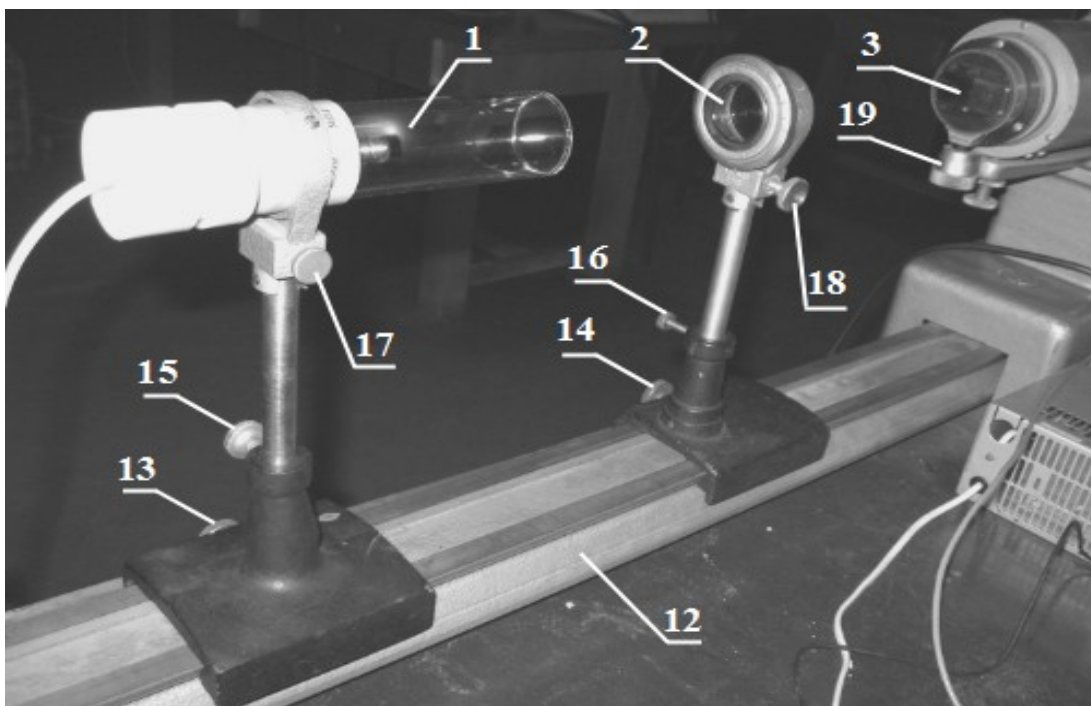

Рис. 4
1. Спектральная лампа (1, рис.4) и конденсор (2, рис.4) установлены так, что центр светящейся области лампы, центр конденсора и центр входной щели спектрографа (3, рис.4) расположены на оптической оси, параллельной рельсу (12, рис.4) (приложение 2). Поэтому студенту **не рекомендуется** трогать винты 15 и 16 (рис.4), фиксирующие положения лампы и конденсора по вертикали, и винты 17 и 18 (рис.4), позволяющие их перемещать по горизонтали (в направлении, перпендикулярном рельсу). Можно трогать винты 13 и 14 (рис.4), фиксирующие положения лампы и конденсора вдоль рельса.
При перемещениях конденсора и (или) лампы вдоль рельса нужно каждый раз не забывать закручивать винты 13 и 14 (рис.4).
17. Записать в рабочую тетрадь и в протокол отсчет по шкале ширины входной щели спектрографа (19, рис.4). **Не крутить** винт регулировки ширины входной щели! Чтобы получить ширину щели, нужно из значения, отсчитанного по шкале, вычесть (6 ± 1) мкм, т.к. данная щель начинает открываться, если на шкале (6 ± 1) мкм.